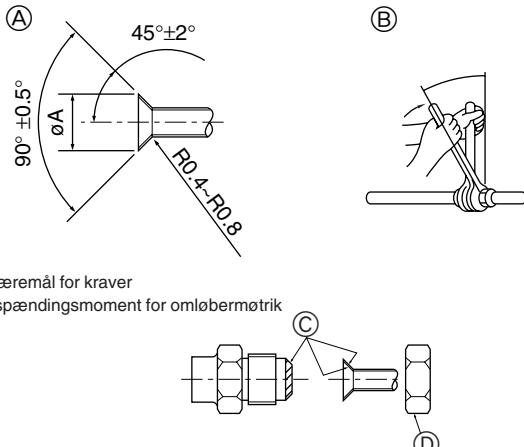

Fig. 4-1
Skema 1 (Fig. 4-1)
4.2. Forbindelsesrør (Fig. 4-1)
- Kom et tyndt lag køleolie på rør og samlingsoverflade, før stramning af brystmotrikken. ④
- Anvend to skruenøgler til at spænde rørforbindelserne. ⑤
- Påfør kølemaskineolie på hele opkravningssædets overflade. ⑥
- Brug brystmotrikkerne, der er fastgjort til enheden. ⑦
- ① Tilslutning af rørene skal påbegyndes fra indendørs enheden.